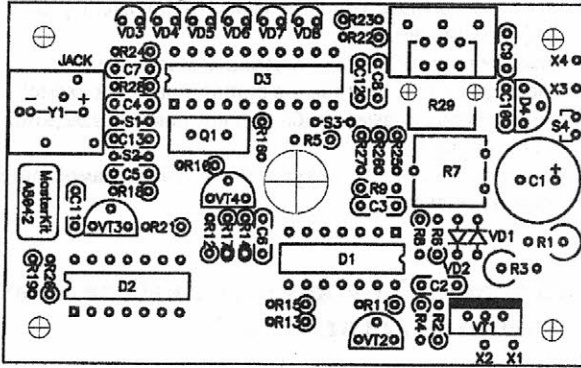

Рис.3 Расположение элементов на печатной плате
- Отформуйте выводы элементов (резисторов, конденсаторов) установите их на плате в соответствии с монтажной схемой (см. рис.3).